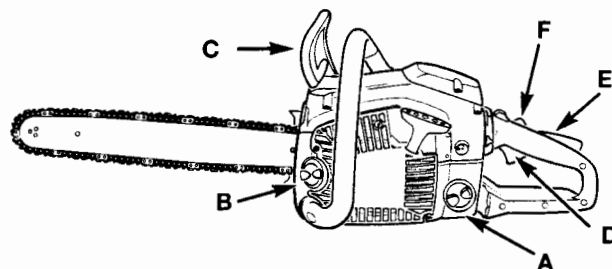

Fig. 3
1. Mélangez l'essence avec l'huile (A, Fig. 3). Remplissez le réservoir de carburant avec le mélange essence/huile. Voir *Instructions de mélange de l'huile et de l'essence*.
2. Remplir le réservoir à huile (B) avec une huile à chaîne et guide-chaîne appropriée (Fig. 3).
3. S'assurer que Chain Brake® est déclenché (C) avant de mettre l'outil en marche (Fig. 3).
8. Enfonce la détente de sûreté (E), serrer étrangler la détente (D), avec le pouce, la presse en bas sur l'étrangle le loquet (F). Le relâchement étrangle la détente et alors le loquet (Fig. 3). **Tirez le cordon à 4 reprises avec un mouvement contrôlé et constant.**
9. Placer la manette bleu du starter (H) en **Position 2**. Tenir la tronçonneuse fermement et tirer rapidement sur le cordon du lanceur à 4 reprises. Le moteur devrait se mettre en marche.
10. Laisser chauffer le moteur une dizaine de secondes. Lâcher la gâchette d'accélération (manette des gaz) (F) pour laisser le moteur revenir au ralenti.
11. Placer la manette bleu du starter (H) en **Position 3**. Si le moteur ne démarre pas répéter les étapes.